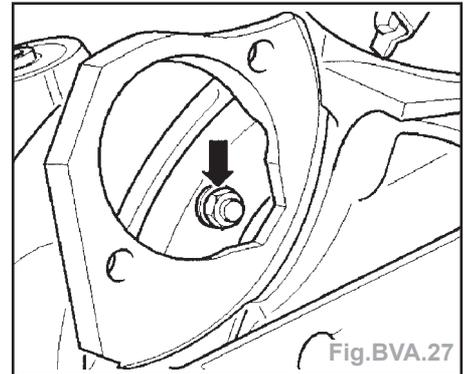

Fig.BVA.27
- Dévisser l'écrou (flèche) du convertisseur de couple (3 pièces) avec l'outil spécial V175 (Fig.BVA.27).